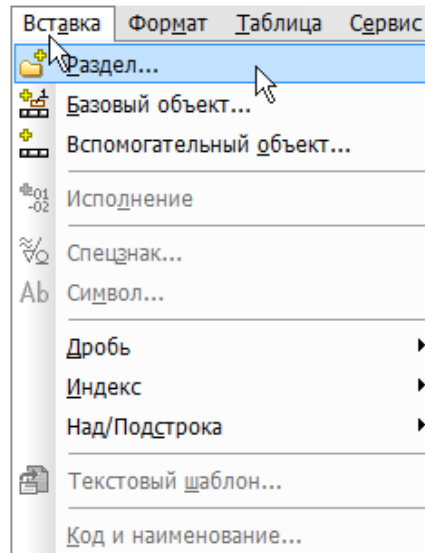

Рисунок 19.
- Выполните команду Вставка – Раздел (рис.19).